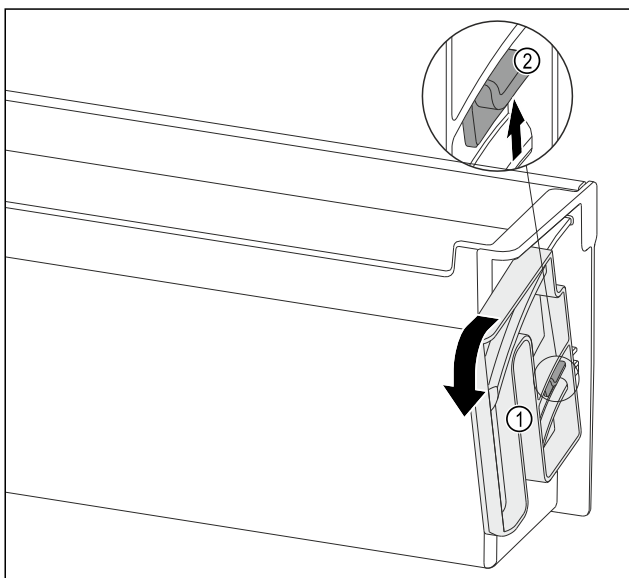

Fig. 123
- ▶ Поверните поворотный блок Fig. 123 (1) по указанном направлении до упора.
- ▶ Выжмите накладку Fig. 123 (2) вверх и осторожно извлеките поворотный блок Fig. 123 (1).